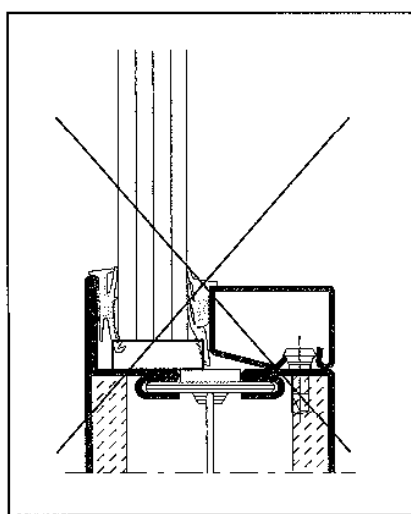

Abb. 20 / Fig. 20 / Fig. 20
- Es ist darauf zu achten, dass die Glasklötze glasleistenseitig gegenüber dem Glas nicht zu stark vorstehen. Ansonsten wird die Montage der Keildichtung erschwert (Abb. 20).
- Veiller à ce que dans la zone de calage du côté des parcloles la cale ne ressorte pas trop. Cela compliquerait la pose du joint (fig. 20).
- Ensure that the glazing pads do not protrude excessively past the glass on the glazing bead side. Otherwise the installation of the wedge weatherproofing will be made more difficult (Fig. 20).